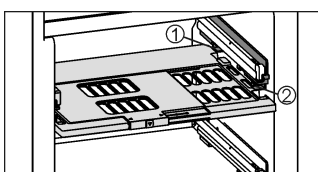

Fig. 8
- ▶ Vložení police s regulací vlhkosti: Výstupky víka police zespod zaveďte do zadních držáků *Fig. 8 (1)* a vpředu zaklesněte do držáku *Fig. 8 (2)*.